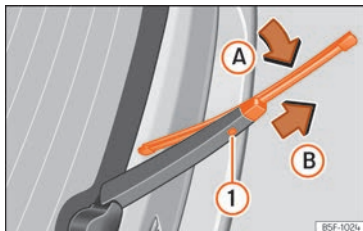

Abb. 194 Scheibenwischerblatt der Heckscheibe auswechseln.
- Das Wischerblatt leicht drehen »» (Abb. 194) (Pfeil A).
- Die Entriegelungstaste ① gedrückt halten und gleichzeitig das Scheibenwischerblatt in Pfeilrichtung B abziehen.
- Neues Heckscheibenwischerblatt **gleicher Länge und Ausführung** entgegen der Pfeilrichtung B auf den Scheibenwischerarm schieben, bis der Mechanismus ① einrastet.